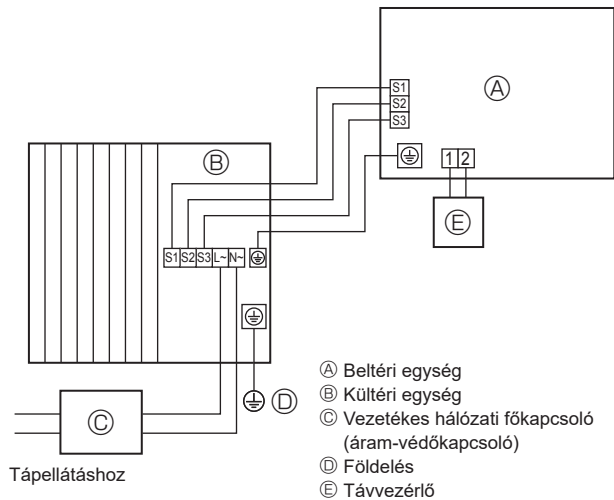
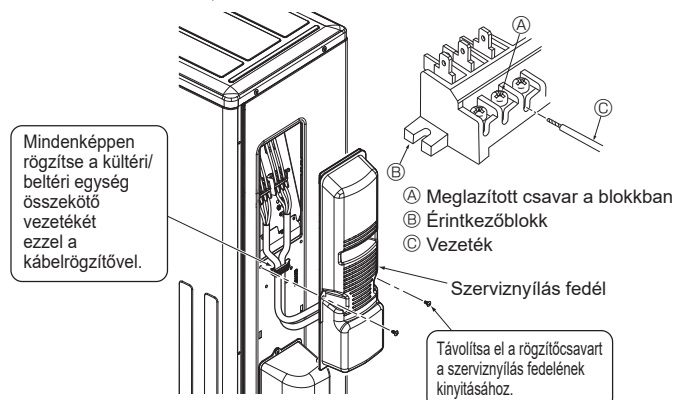

Fig. 6-1
Fig. 6-3
6.1. Kültéri egység (Fig. 6-1, Fig. 6-2, Fig. 6-3)
- ① Távolítsa el a szerelőnyílás-fedelelet.
- ② Csatlakoztassa a huzalokat a Fig. 6-1, Fig. 6-2 és Fig. 6-3 szerint.